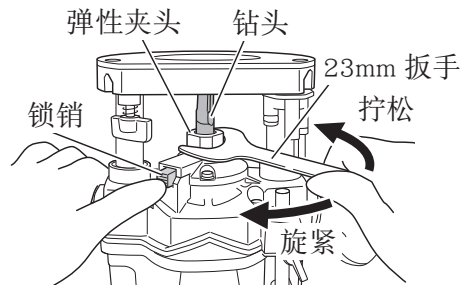

图 12
- (2) 清洁后将钻头柄插入到弹性夹头，直到抵住柄底部，然后向后拉出约 2mm。
- (3) 在钻头插入时，按下用于固定电枢轴的固定锁销，使用 23mm 扳手以顺时针方向（从木工雕刻机下方看）拧紧弹性夹头。(图 12)